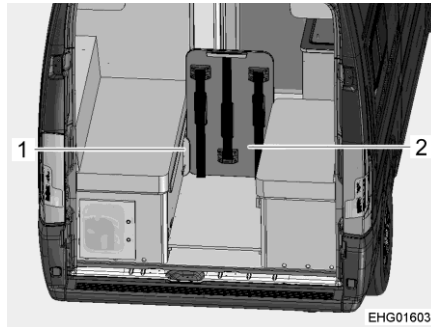

Fig. 41 Tavolo ribaltabile, bloccato nelle guide di supporto
- Innestare il tavolo ribaltabile (Fig. 41,2) nelle guide di supporto (Fig. 41,1). Le guide di supporto sono posizionate sui sedili. In questa posizione il tavolo ribaltabile serve anche come divisorio dalla stiva.